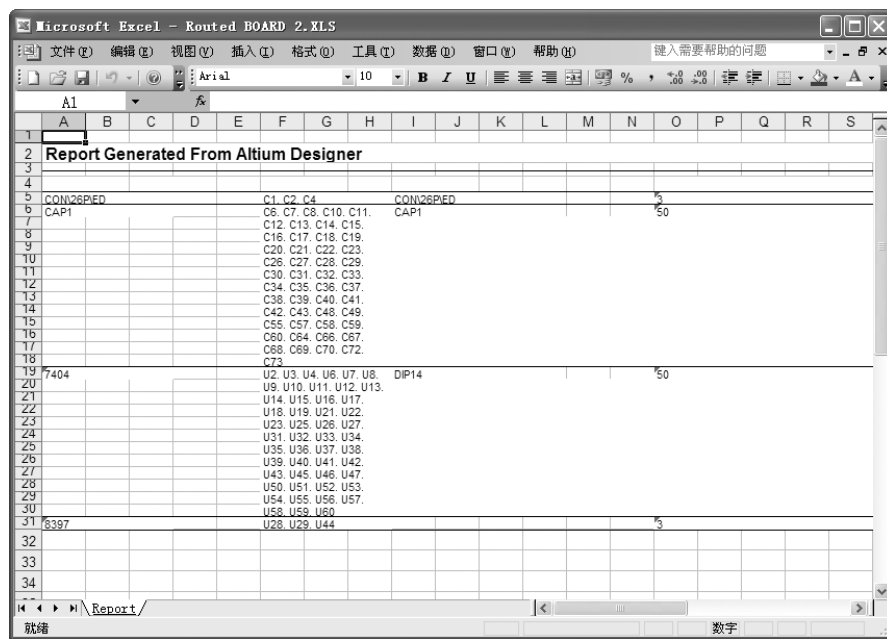

图 10-40 打开报表文件
- 6) 单击“打开报告”按钮, 打开报表文件, 如图 10-40 所示。